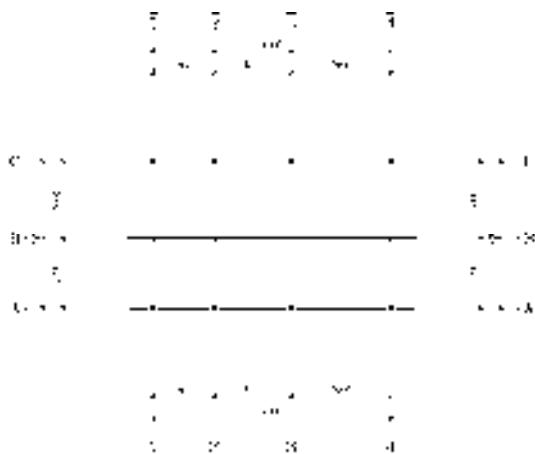

图 2-37 绘制进深尺寸标注
4) 沿用上述的操作方法，点取水平方向上的轴线以绘制进深尺寸标注，结果如图 2-37 所示。